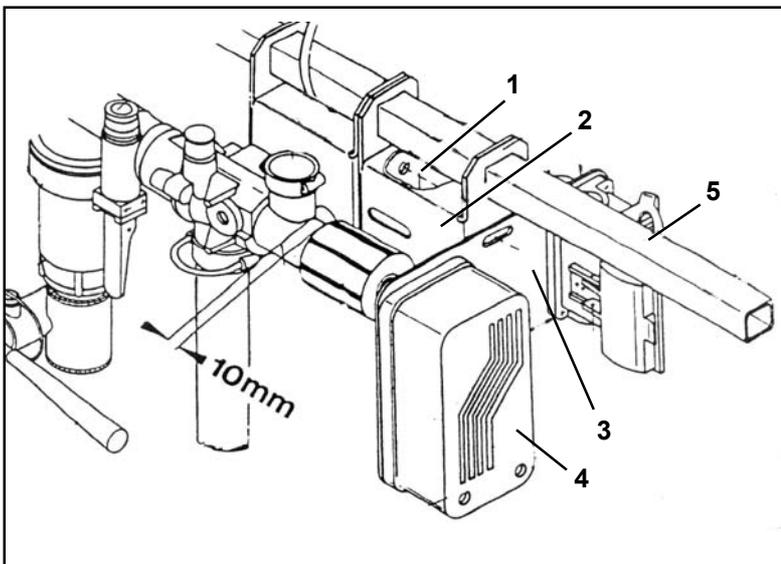

Fig. 8.5
- Entfernen der Schraubverbindung (Fig. 8.5/ 1) von dem Reglerträger (Fig. 8.5/ 2).
- Reglerträger mit der Flanschplatte (Fig. 8.5/ 3) für den Elektromotor (Fig. 8.5/ 4) auf dem Gegenhalter (Fig. 8.5/ 5) nach rechts verschieben, bis Elektromotor und Dosierspindel der Dosierautomatik nicht mehr miteinander verbunden sind.